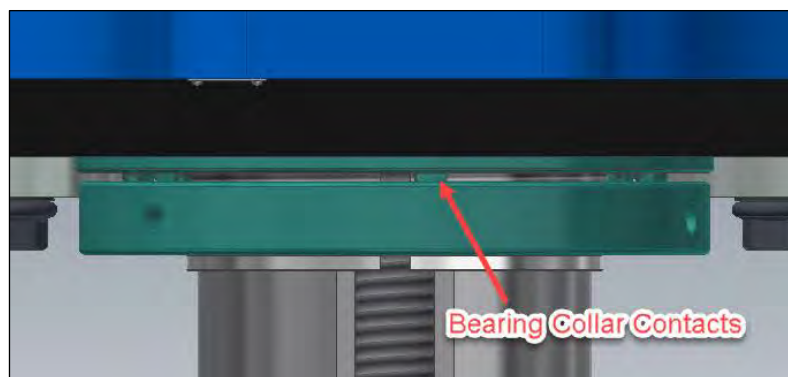

Рис. 16. Контакты зажимной втулки подшипника
3. Поворачивайте натяжную гайку против часовой стрелки так, чтобы она коснулась выступающих контактов зажимной втулки подшипника (см. Рис. 16).